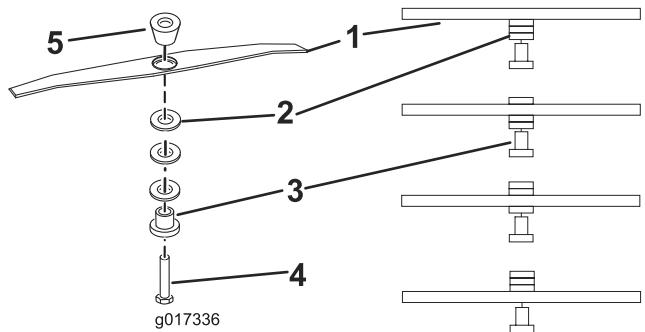
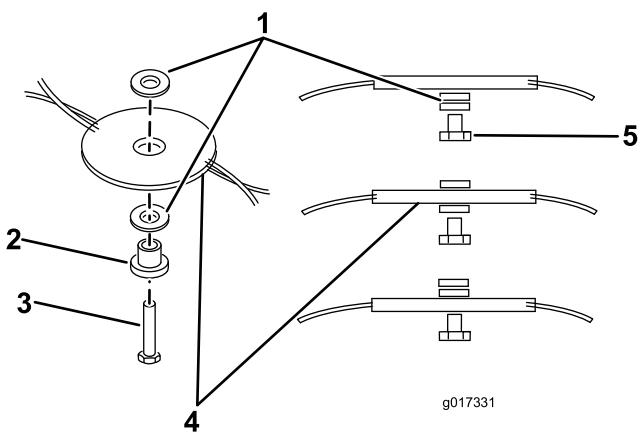

Figura 12
Figura 13
6. Coloque los espaciadores a la altura deseada y vuelva a instalar el hilo de corte/barra de corte (Figura 12, Figura 13).